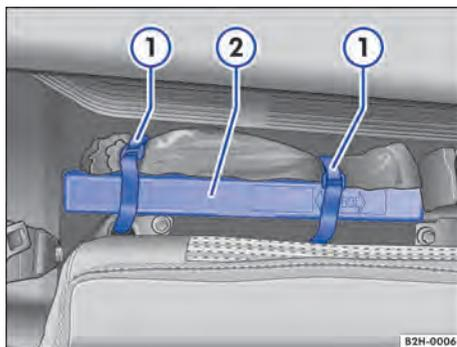

Fig. 45 Atrás do encosto direito do banco traseiro: triângulo de segurança②.
— Soltar os fechos de velcro → Fig. 45 ① e retirar o triângulo de segurança ②.